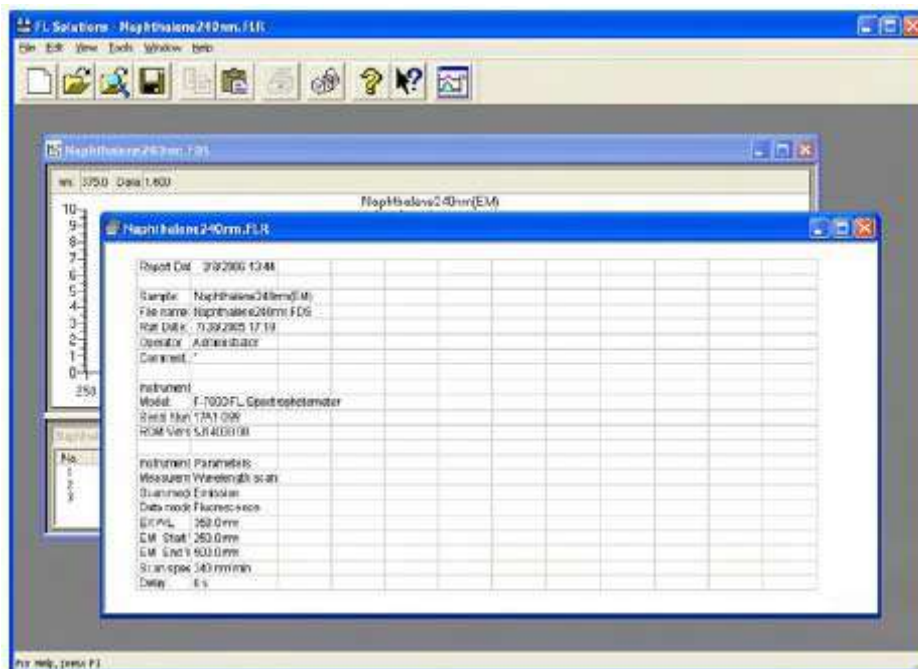

Рис. 7-42
- (4) После закрытия программы Microsoft(R) Excel, появится окно, показанное на рис. 7-42. Затем закройте это окно, при этом опять появится первоначальное окно обработки данных.